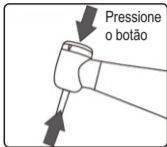

Fig.2.1
- 1) Insira a broca na cabeça do instrumento e gire-a suavemente até encaixar no mecanismo (Fig 2.1).